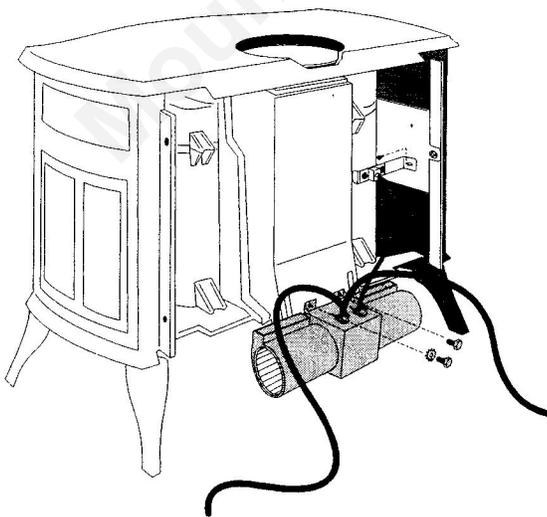

Figure 20.
- 3. Attach the fan assembly.** Fig. 20.